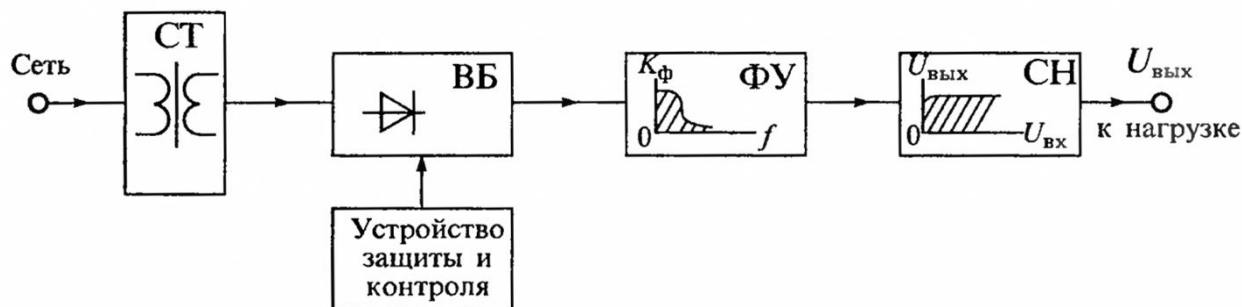

Рис.1. Обобщенная структурная схема выпрямителя
1. Дано: схема (рис.1),  $U_1 = 10 \text{ В}$ ,  $U_2 = 13 \text{ В}$ ,  $U_3 = 15 \text{ В}$ ,  $U_4 = 22 \text{ В}$ ,  $R_1 = R_2 = 1 \text{ кОм}$ . Определить  $U_{\text{вых}}$
**Виды выпрямителей и их характеристики.** Выпрямителем называется устройство для преобразования переменного напряжения в постоянное. Основное назначение выпрямителя заключается в сохранении направления тока в нагрузке при изменении полярности приложенного напряжения. Выпрямитель можно рассматривать как один из типов инверторов напряжения. Обобщенная структурная схема выпрямителя приведена на рис.1. В состав выпрямителя могут входить: силовой трансформатор СТ, вентиляльный блок ВБ, фильтрующее устройство ФУ и стабилизатор напряжения СН. Трансформатор СТ выполняет следующие функции: преобразует значение напряжения сети, обеспечивает гальваническую изоляцию нагрузки от силовой сети, преобразует количество